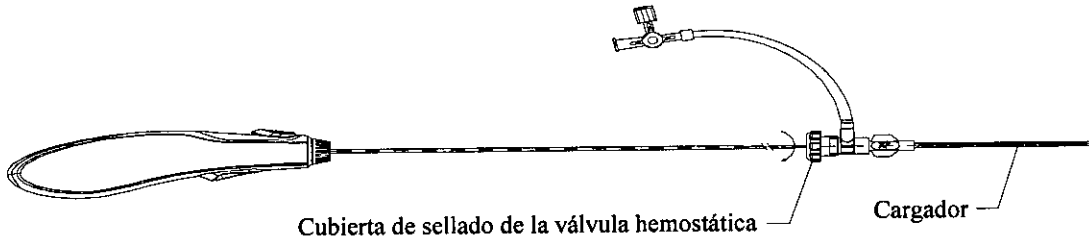

Figura 6 Ilustración del apriete hacia la derecha de la cubierta de sellado de la válvula hemostática
- Enrosque hacia la derecha la cubierta de sellado de la válvula hemostática al ángulo correcto (vea la Figura 6), y realice un movimiento repetido de empuje y tracción para verificar la tensión.